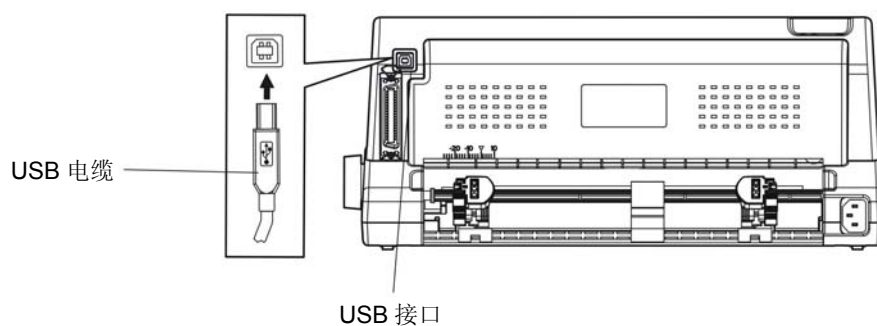
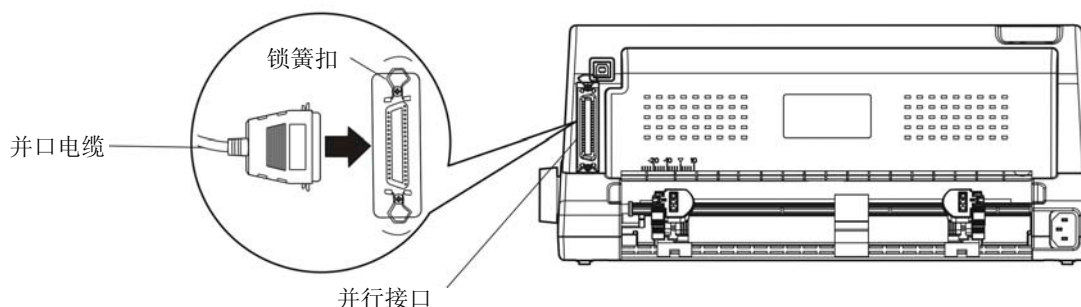

图 2-10 连接 USB 电缆
图 2-11 连接并口电缆
本打印机可配置 USB 接口、并行接口、蓝牙或 Wi-Fi（产品的具体接口配置，以实物为准）。请根据需要，用接口电缆把打印机与计算机相连〔如图 2-10 和图 2-11 所示〕。
2. 将 USB 电缆的 B 端插头（方型）插进打印机的 USB 接口插座中（如图 2-10 所示）。
1. 关闭计算机与打印机的电源，将并口电缆插头连接到打印机的并行接口，扣上连接器两侧的锁簧扣，固定并口电缆（如图 2-11 所示）。